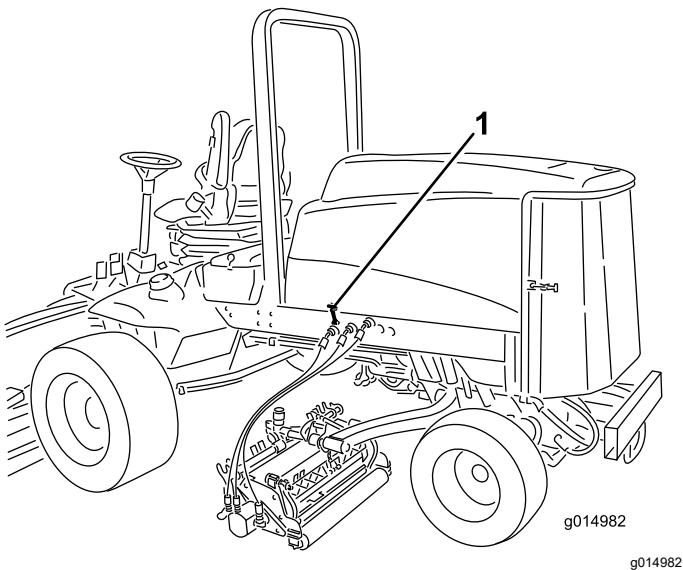

Figura 4
1. Sganciate il fermaglio del cofano dalla staffa (Figura 4).